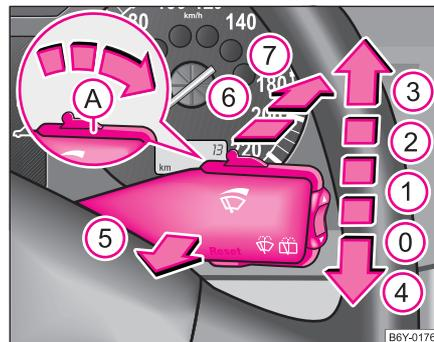

Abb. 42 Scheibenwischerhebel
Der Scheibenwischerhebel ⇒ Abb. 42 hat folgende Stellungen: ►
- Drücken Sie den Hebel vom Lenkrad weg in die Stellung **⑥** ⇒ Seite 62, Abb. 42, der Scheibenwischer wischt alle 6 Sekunden.
Zum Reinigen der Scheinwerfer kommt es nach jedem fünften Frontscheibenwischen, wenn das Abblend- oder Fernlicht eingeschaltet ist und der Scheibenwischerhebel ca. 1 Sekunde in der Stellung ⑤ ⇒ Seite 62, Abb. 42 gehalten wurde.